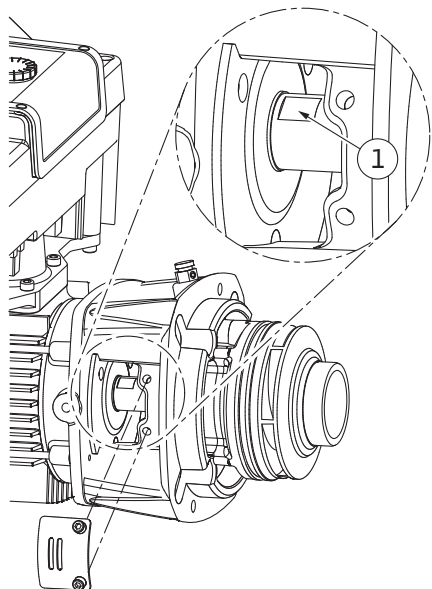

Fig. 110: Kulcsfelületek tengelyen
14. Vezessen egy franciakulcsot (kulcsszélesség: 22 mm) a közdarabablakba, és a kulcsfelületeknél fogva rögzítse a tengelyt (Fig. 110, 1. poz.). Csavarja ki a járókerék anyát (Fig. I, 22. poz.). A járókerék (20. poz.) (Fig. I, 21. poz.) lehúzása a tengelyről automatikusan megtörténik.
3. Vezessen egy franciakulcsot (kulcsszélesség: 22 mm) a közdarabablakba, és a kulcsfelületeknél fogva rögzítse a tengelyt (Fig. 110, 1. poz.).
10. Vezessen egy franciakulcsot (kulcsszélesség: 32 mm) a közdarabablakba (Fig. IV, 38. poz.), és a kulcsfelületknél fogva rögzítse a tengelyt (Fig. 110, 1. poz.). Szerelje fel a járókereket az alátéttel (alátétekkel) és az anyával. Húzza meg az anyát. Vigyázzon, nehogy a csúszógyűrűs tömítés elakadás miatt megsérüljön.